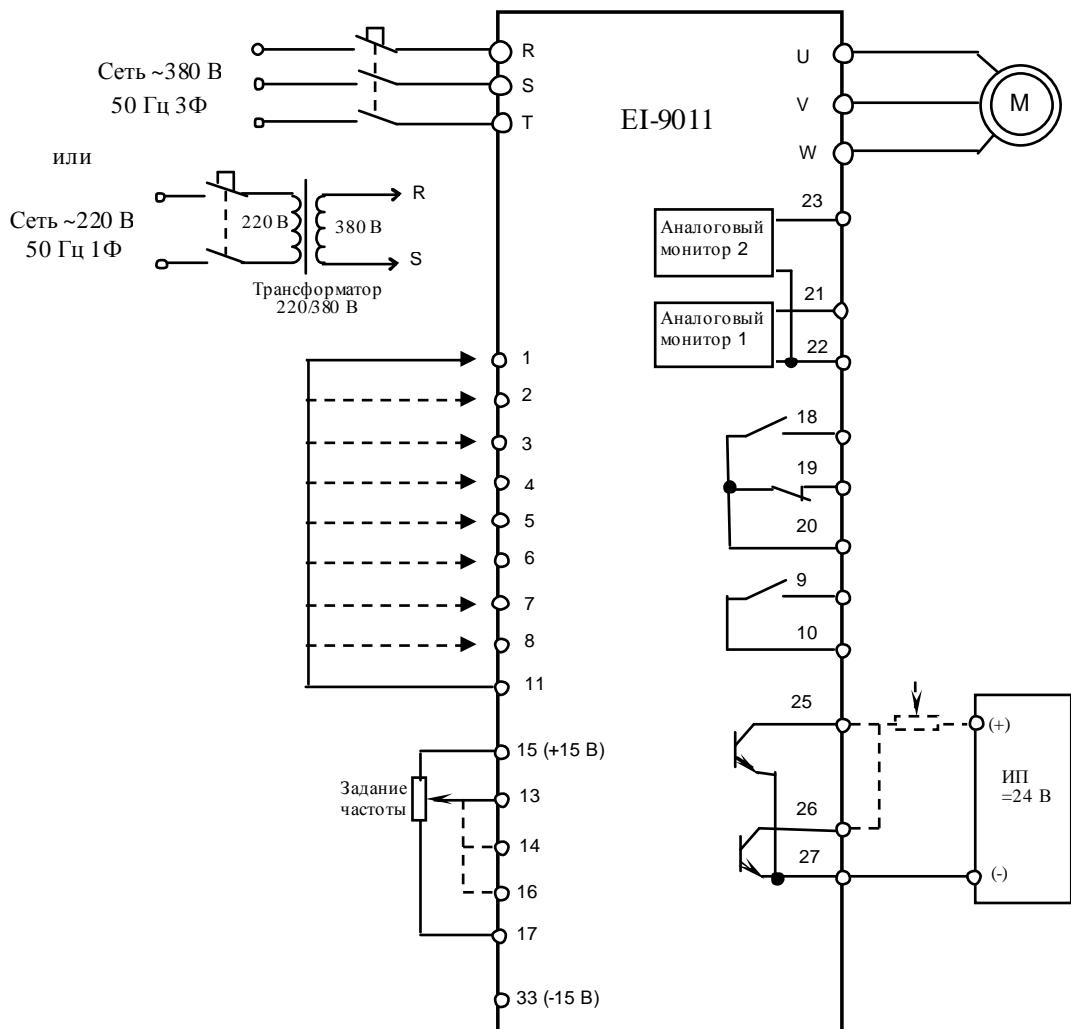

Рис. 4.14. Диагностика цепей управления преобразователя EI-9011.
4.13.18. Отсоединить потенциометр от клемм 15, 16, 17 и присоединить его к клемме 25 и к источнику питания =24 В, как показано на рис. 4.14. Включить источник питания. При помощи мультиметра в режиме измерения постоянного напряжения $V=$ измерить напряжение между клеммами 25 и 27 – должно быть 24 ± 2 В.